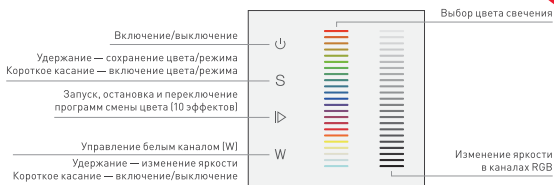

Рисунок 4. Кнопки панели управления.
- 3.10. Проверьте управление лентой с панели (Рис. 4).